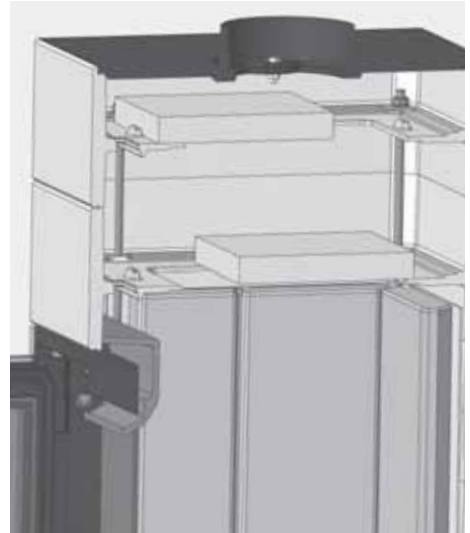

Abb. 3.2 Lage der Umlenkungen
- Die beiden Umlenkungen auf die integrierten Guss-Auflagerahmen auflegen (siehe Abb. 3.2),